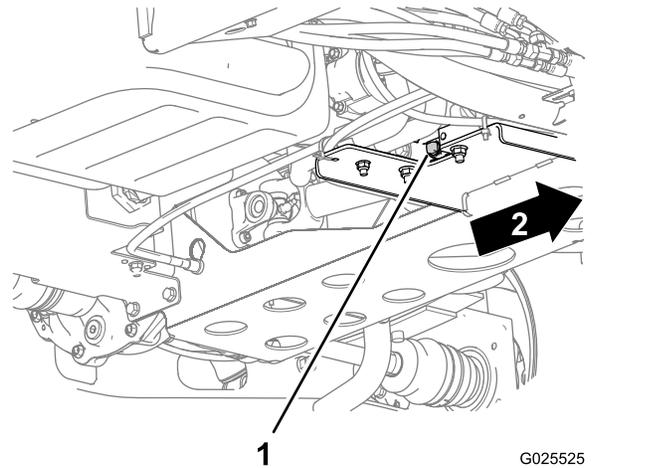

Figure 44
2. Placez un grand bac de vidange sous le bouchon de vidange d'huile (Figure 44).
3. Enlevez le bouchon de vidange et laissez couler l'huile dans un bac de vidange (Figure 44).